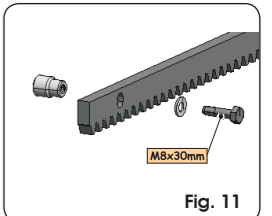

Fig. 11
5.4.1. CREMALLERA DE ACERO PARA SOLDAR (Fig.11)